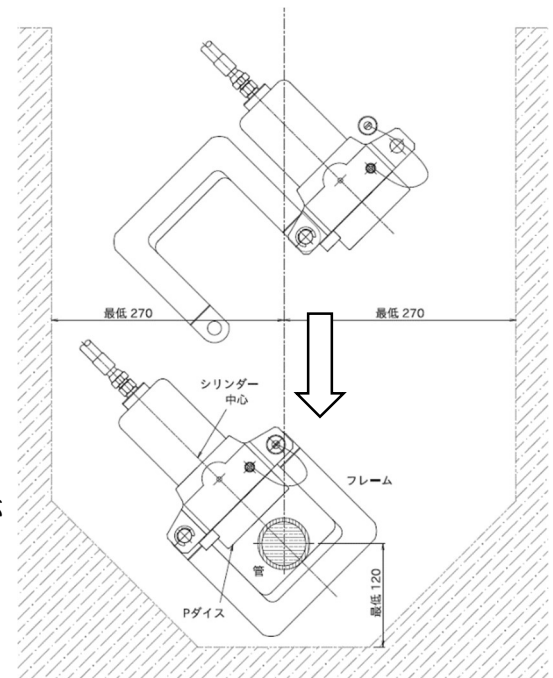

図. B-1
1. フレームブラケットからヒンジピンを外して、フレームを回して開きます。(図. B-1、上図)
2. 止水する管に、断水機の圧着部(シリンダーヘッド)を差し込み、フレームを管の周りに回して閉じ、フレームとPダイスの間に管が入るようにします。(図. B-1、下図)
- 管が地中にある場合は、圧着部が入る分、周りを余分に掘ります。(図. B-1)